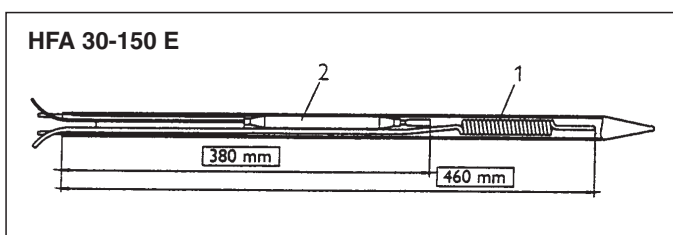

Fig. 19
- En caso de sustitución del regulador o del limitador térmico de seguridad (HFA 30-150E) y de la combinación regulador-limitador (HFA 30-150 Z) deberán respetarse sin falta las dimensiones señaladas (fig. 19 y 20).